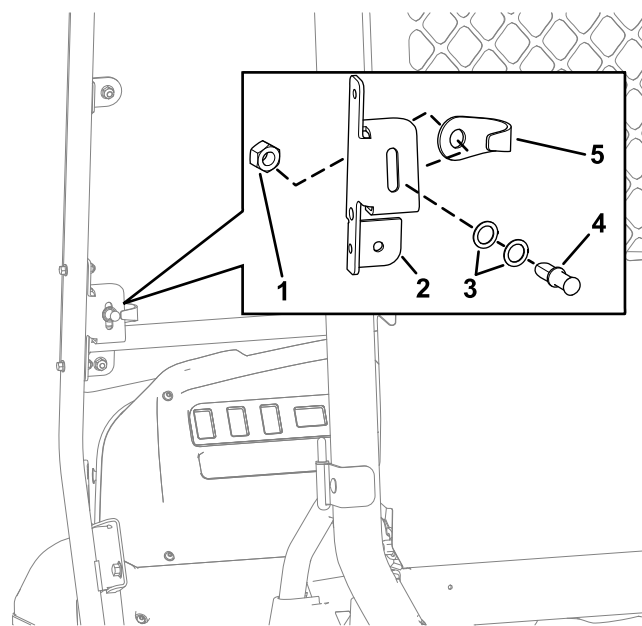

Рисунок 63
1. Совместите ось защелки и ограничитель с отверстием в монтажном кронштейне, как показано на Рисунок 63.
2. Вставьте ось защелки (сначала без шайб) в ограничитель (Рисунок 63).
3. Выровняйте ось защелки и контргайку относительно задней стороны отверстия монтажного кронштейна (Рисунок 63).
4. Наверните контргайку на ось защелки, затянув от руки (Рисунок 63).